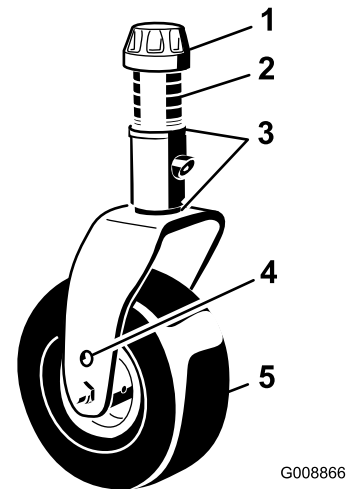

Figura 29
3. Regolate gli spessori (3 mm) sulla forcella (o forcelle) della ruota orientabile, finché l'altezza di taglio non corrisponde al valore riportato sull'adesivo (Figura 29); fate riferimento a Regolazione dell'altezza di taglio \(pagina 28\).